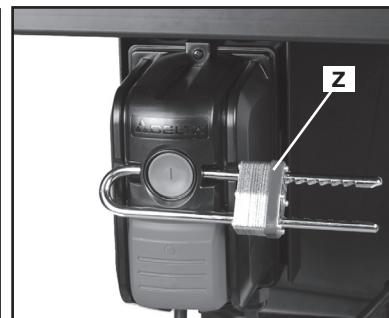

FIG. 20
IMPORTANT : Lorsque la scie est inutilisée, elle devrait être éteinte et le bouton de démarrage ("ON") devrait être verrouillé pour empêcher toute utilisation non autorisée. Pour verrouiller le bouton de démarrage ("ON"), utiliser un cadenas à arceau long standard (Z) fig. 20, avec un arceau d'au moins 70 mm (2-3/4 po) de longueur et d'au plus 7 mm (9/32 po) d'épaisseur.